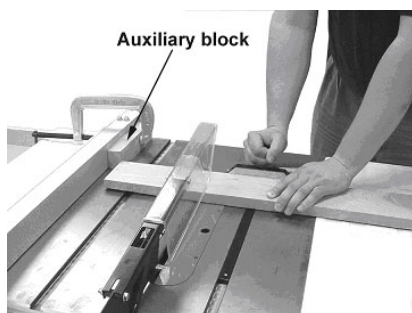

Рисунок 33
- ⇒ Не используйте инструмент для распила под углом и направляющую линейку во время одной и той же операции, без применения противостоящего щита (вспомогательного блока), позволяющего оставлять свободной секцию впуска до тех пор, пока не будет начат следующий распил. (Смотрите Рисунок 33).
Никогда не выполняйте поперечный распил от руки и не используйте упор в конце остановки распила, чтобы вспомогательный блок не был зажат с передней стороны области пильного диска, таким образом, что отрезанная заготовка освобождалась бы из блока до начала процесса распила (Рисунок 33).